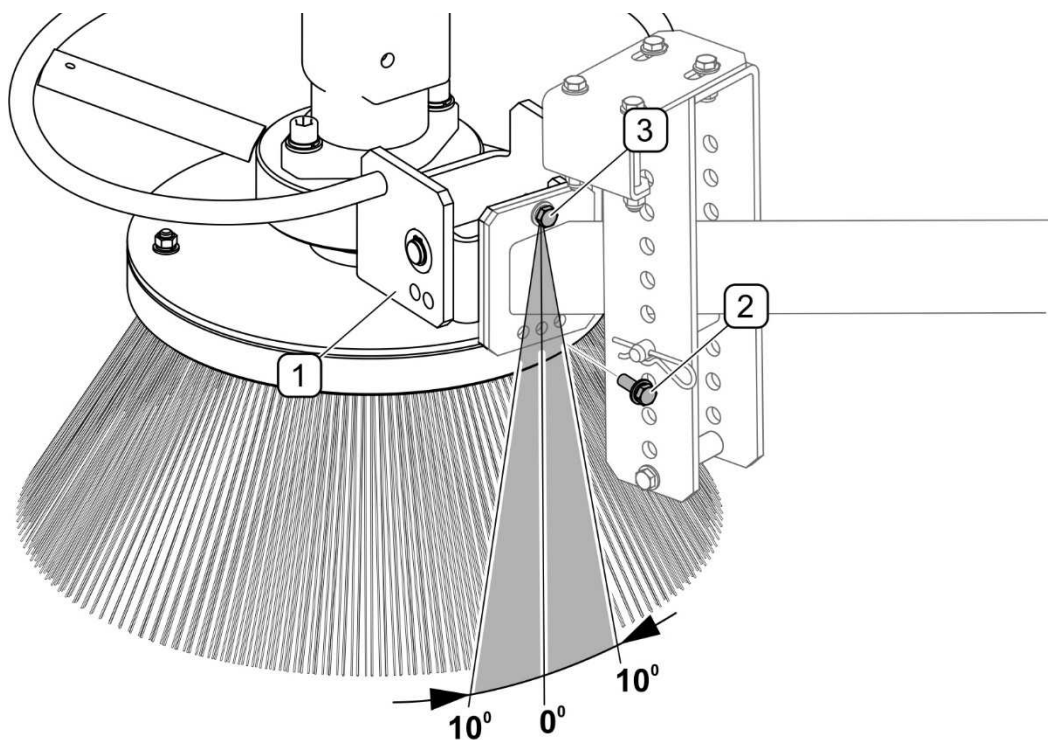

FIGURE 5.6 Réglage de l'orientation transversale
(1) - support de la tête de brosse; (2) - vis de blocage de l'orientation transversale; (3) - vis
Pour changer l'angle de l'orientation transversale il faut dévisser la vis de blocage (FIGURE 5.6) (2), desserrer la vis (3) et tourner respectivement à droite ou à gauche le support (1) de façon à permettre de visser la vis (2) dans un trou correspondant. Serrer la vis (3).